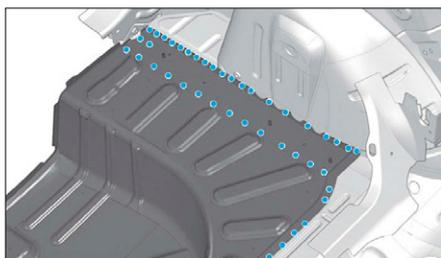
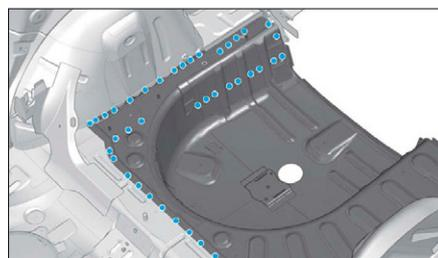

FIG. 207
FIG. 208
- Souder par points bouchons MAG (Fig.207) et (Fig.208).
- Souder par points électriques en (1) et en (2).